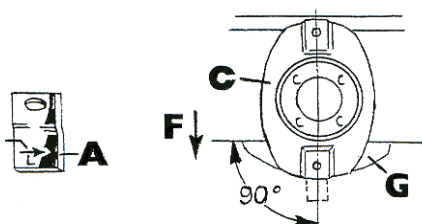

Abb. 12: Messerklinge, Stellung Mähscheibe
**Bringen Sie** zum Wechseln der Klingen die Mähscheibe in Stellung (C) in Fahrtrichtung (F) entsprechend Abb.12.
**Achten Sie** hierbei darauf, dass die Unterkante des Messerhalters in der Ausbuchtung des Gleitschuhs (G) (siehe Abb.12) liegt. Gleitschuh ggf. vorher säubern.